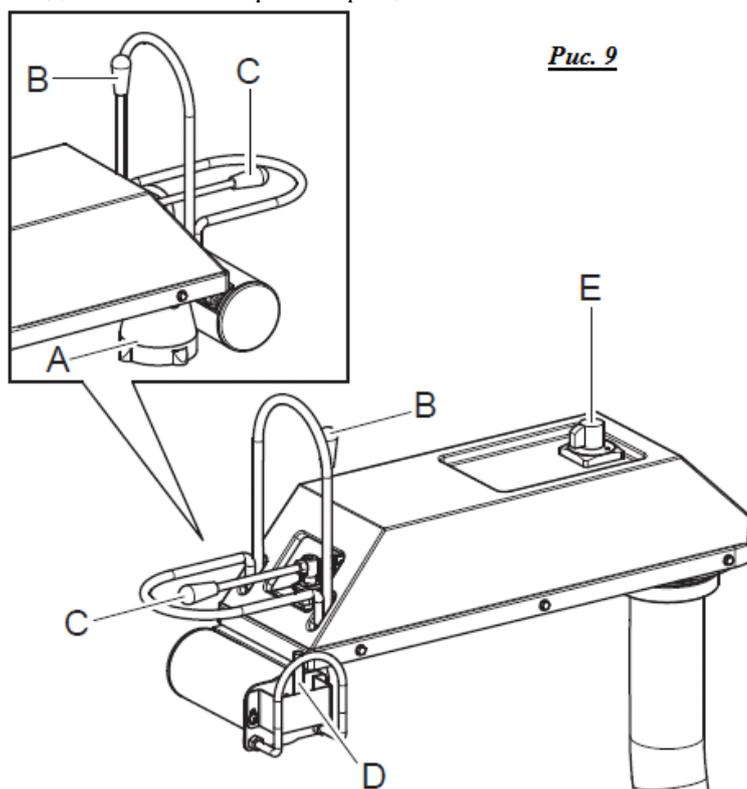

Рис. 9
- Отрегулируйте открытия самоцентрирующегося патрона с помощью Соответствующих рычагов управления оборудованием (рис.9, А) в соответствии с типом обода, который должен быть зафиксирован;